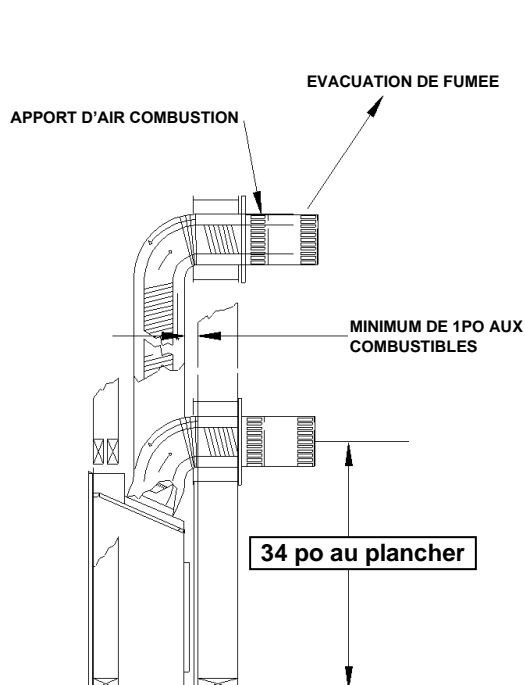
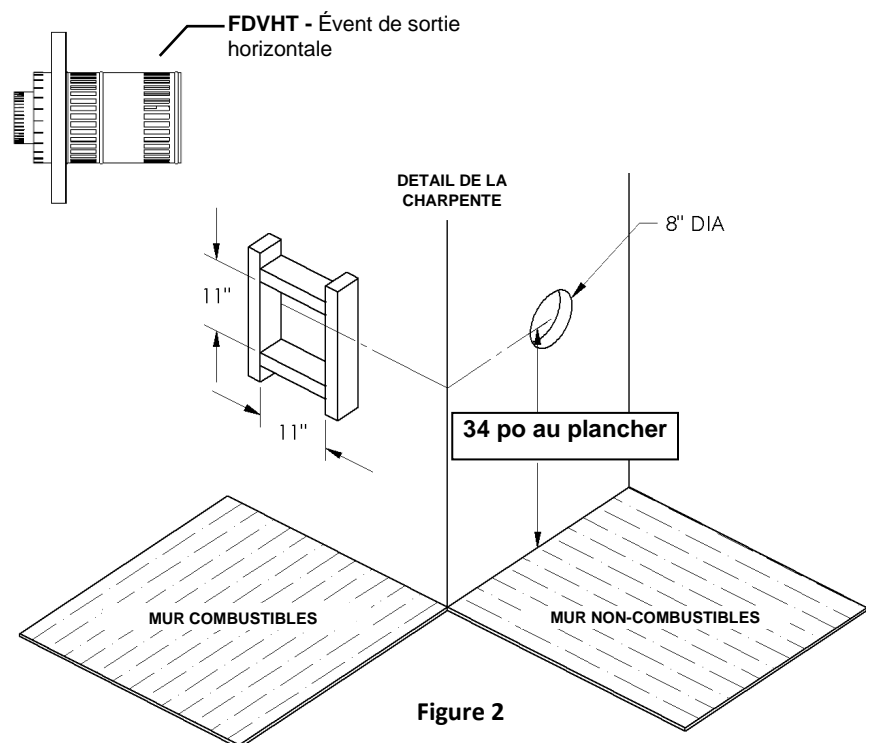

Figure 1
Figure 2
1. Pour déterminer la distance minimale entre le plancher du foyer et le centre de l'évent voir la page Comment encastrer votre foyer. Percez le mur en prévoyant un espace pour un manchon de 11po x 11po (diamètre intérieur) pour les murs combustibles et un manchon de 8po de diamètre pour les murs non combustibles. (voir figure 2)
La longueur maximale de conduit horizontal avec un coude à 90 degré au carneau (sortie de fumée) de l'appareil est de 4pi/122cm (figure 1). La longueur maximale est de 20p/6,1m lorsque la longueur verticale est de 7pi/2,1m (figure 2) N.B. : Pour chaque 12po de conduit horizontal il doit y avoir 1/4po de conduit vertical.